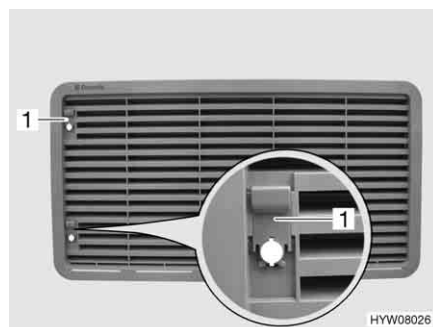

Fig. 87 Griglia di aerazione del frigorifero (con cursore)
- Spingere il cursore (Fig. 87,1) verso l'alto.